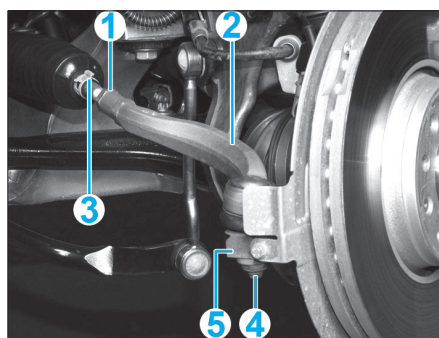

Fig. 14
- Desserrer le contre-écrou (1) de blocage de la rotule (2) sur la biellette (3) (Fig.14).
- Dévisser l'écrou (4) de fixation de la rotule sur le pivot (5).